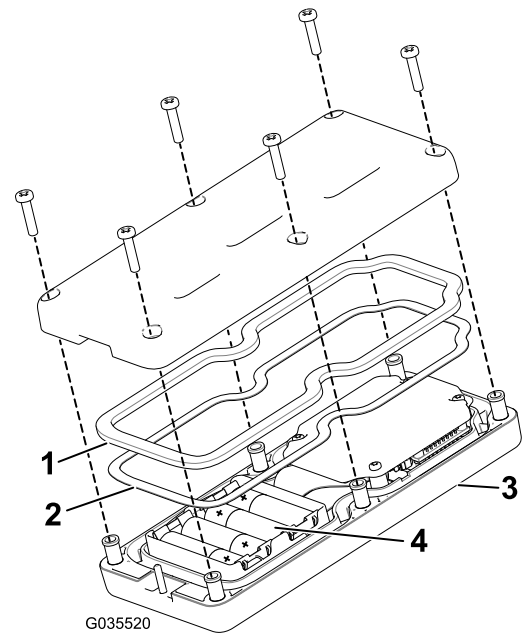

Bild 17
3. Stellen Sie sicher, dass die Stahldichtung und die Gummidichtung im Kanal in der Fernbedienung liegen, bevor Sie die hintere Abdeckung wieder aufsetzen (Bild 17).
4. Befestigen Sie die Abdeckung mit sechs Schrauben (Bild 17) und ziehen sie mit 1,5-1,7 N·m an.
Hinweis: Wenn Sie die Batterien falsch einlegen, wird das Gerät nicht beschädigt; es funktioniert jedoch nicht. Das Fach hat Polaritätsmarkierungen für jeden Anschluss (Bild 17).